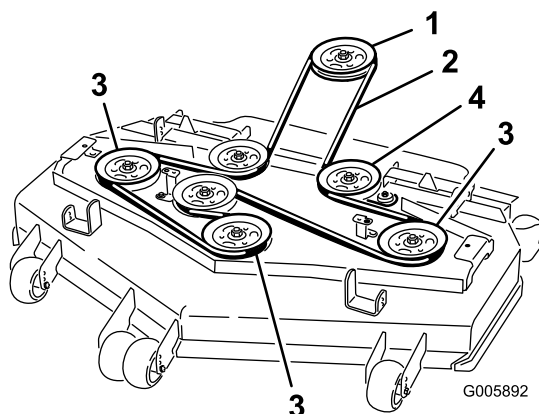

Figure 50
6. Installez la courroie neuve sur les poulies (Figure 50).